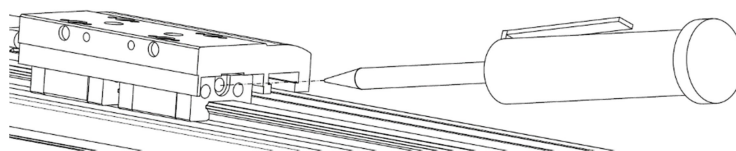

Рисунок 16 – Смазка модуля
3) Если направляющая загрязнена, протереть её чистой мягкой безворсовой салфеткой без использования чистящих средств, а затем прижать шприц к смазочному отверстию шариковой направляющей, ввести смазку для подшипников качения с обеих сторон, слева и справа (см. рисунок 16);